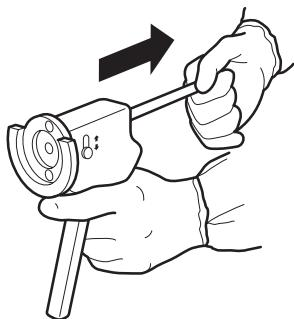

Abbildung 1
- Den Kolbenstab drehen, um das Antriebssystem zu lösen, dann den Kolbenstab zurückziehen, bis die Druckscheibe am Gehäuse der Zementpistole anschlägt (Abbildung 1).